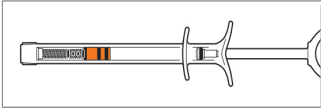

Figura 4 - Posição de Segundo Clique (êmbolo totalmente de fora)
d. Deve encher a Seringa de Insuflação puxando lentamente o êmbolo até voltar à **posição de segundo clique** (até estar totalmente de fora) (Figura 4).